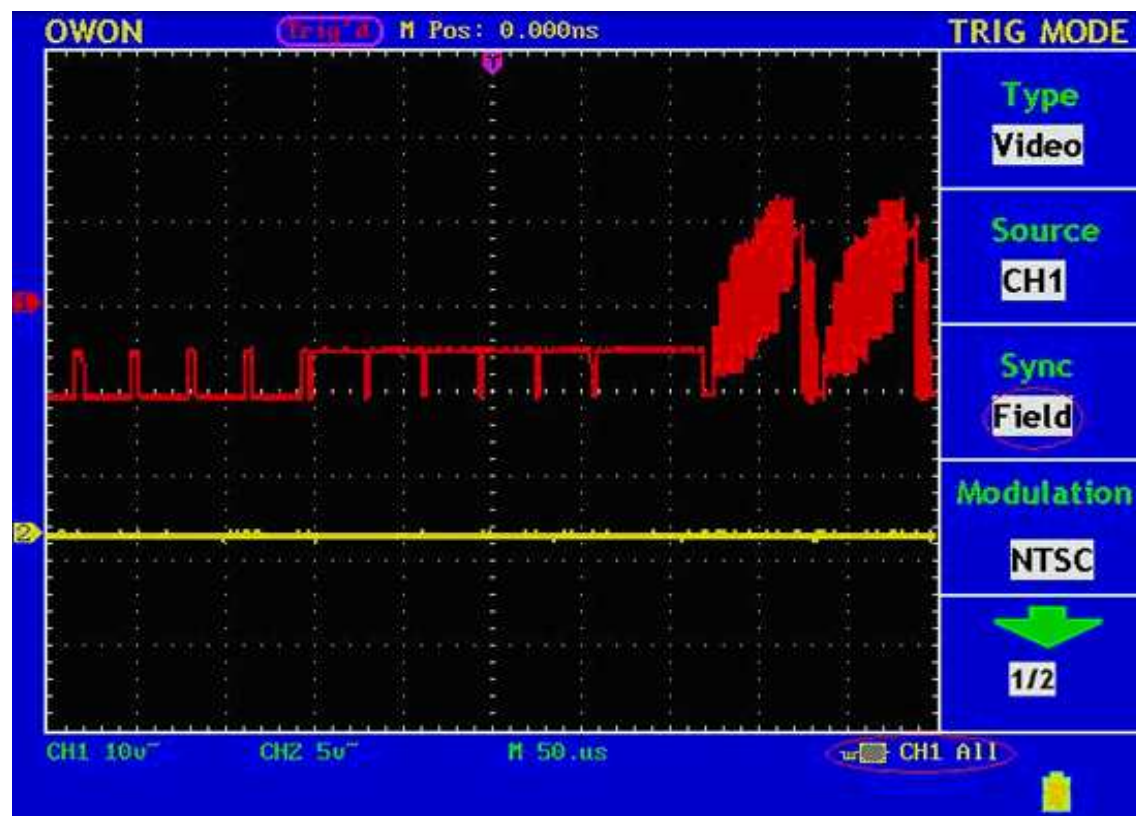

Fig. 31 ビデオ信号のフィールド(Field)でトリガされた波形
4. F3 ボタンを押して、Sync の Field を選択してください。画面では Fig.31 のように表示されます。